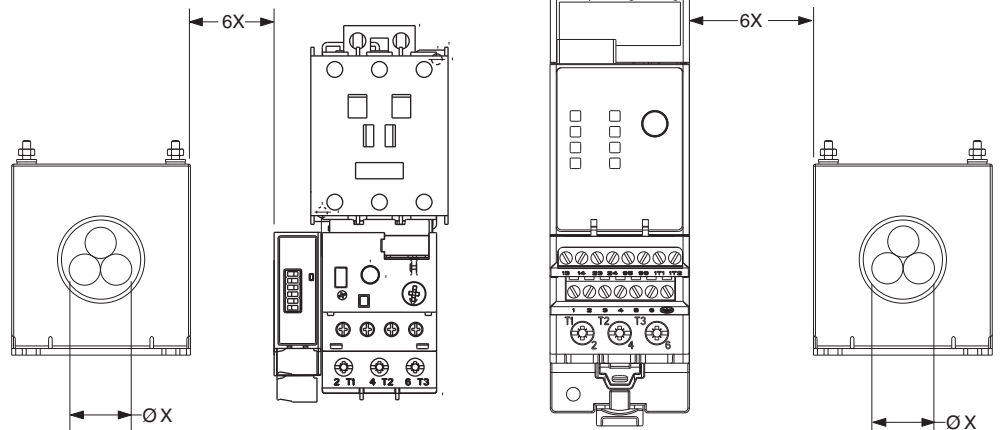

Figure 2
- 3) All other conductors with available fault currents in excess of 1000 amps should be placed a distance equal to or greater than six times the cable bundle diameter (including insulation) from the sensor (see Figure 2).
- 3) Tous les autres conducteurs avec des courants de défaut supérieurs à 1000 ampères doivent être positionnés à une distance égale ou supérieure à six fois le diamètre du faisceau de câbles (isolant compris) par rapport au détecteur (voir la Figure 2).
- 3) Alle anderen Leiter mit verfügbaren Fehlerströmen von mehr als 1000 A müssen in einem Abstand, der mindestens dem sechsfachen Bündeldurchmesser (einschließlich Isolierung) entspricht, vom Sensor entfernt platziert werden (siehe Abbildung 2).
- 3) 1000アンペアを超える漏電の可能性のあるその他すべての導体は、ケーブルの束の直径（絶縁部を含む）の6倍以上、センサーから離す必要があります。（図2を参照）。
- 3) 故障电流超过1000安培的所有其他导体，与传感器的距离应该大于或等于传感器线束直径（包括绝缘材料）的6倍（参见图2）。